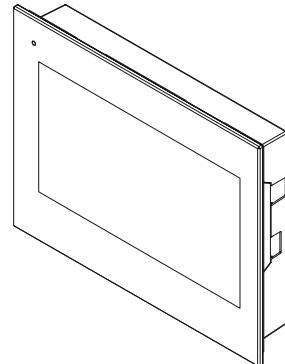

Fig. 8
- Il videocitofono è installato (**Fig. 8**), alimentare l'impianto e verificare che funzioni correttamente.